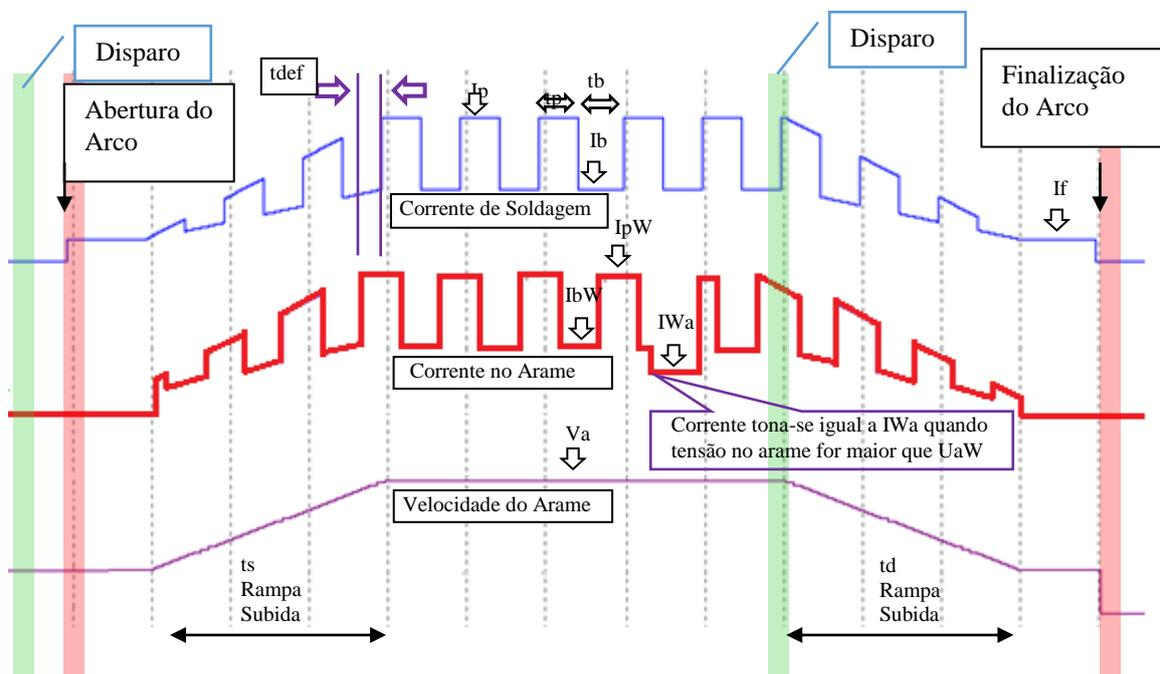

Figura 13.1 – Diagrama dos sinais THW.
O TIG HOT-WIRE pode operar em diferentes configurações. Com corrente constante ou pulsada no arco ou no arame, e ainda, com o arame na polaridade positiva (CC+), negativa (CC-) ou alternada (CA). Na figura 13.1 é apresentada um diagrama dos sinais. A obtenção de corrente constante no arco, no arame ou ambos, é obtida igualando-se os valores de pulso e de base. A corrente alternada no arame é obtida ajustandos I_{pW} e I_{bW} em polaridades diferentes.
Na opção **CONFIGURAR** tem-se as variáveis U_{cc} , I_{cc} , I_f , t_s , t_{df} e t_d . As duas primeiras (U_{cc} e I_{cc}) são relativas a abertura do arco por toque. O valor de I_{cc} dependerá do diâmetro do eletrodo TIG, na maioria das aplicações o valor recomendado é entre 15 e 20 A, sendo U_{cc} um valor entre 4 a 6 V. As demais variáveis desta opção já foram apresentadas na figura 13.1.